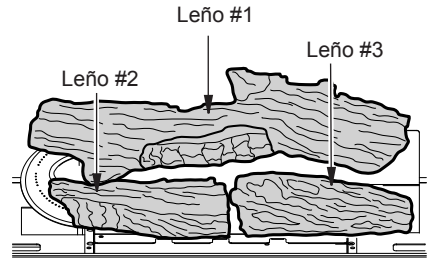

Figura 18 - Instalación de leños 1, 2 y 3
1. Instale el leño 1 en las dos ranuras de la placa intermedia (consulte la Figura 18).
2. Instale el leño 2 en las dos ranuras de la placa de la izquierda (consulte la Figura 18).
3. Instale el leño 3 en las dos ranuras de la placa de la derecha (consulte la Figura 18).